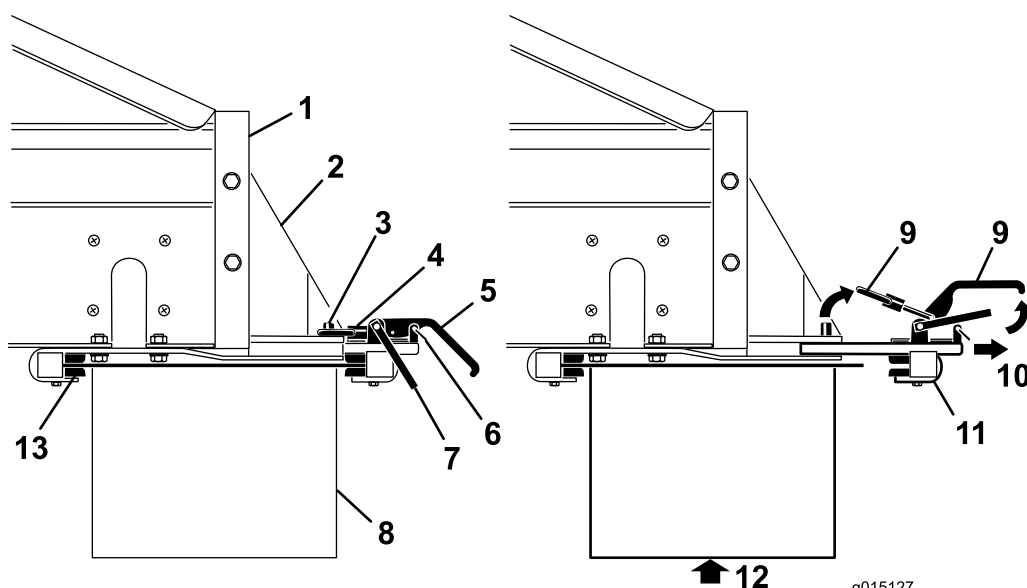

Figura 29
1. Retire los seguros de los cierres de seguridad de las palancas de apriete (Figura 29).
2. Levante el cierre de seguridad, luego levante las palancas de apriete del accesorio y libere los anillos de bloqueo de los pasadores de bloqueo (Figura 29).
3. Deslice la mordaza trasera de acoplamiento del accesorio hacia fuera para liberarla de las ranuras de acoplamiento rápido (Figura 29).
4. Con la ayuda de otra persona, introduzca el borde delantero del doble rotor entre las mordazas delanteras de los soportes, subiéndolo desde debajo de la parte trasera del MH-400 (Figura 29).
5. Apoyando el doble rotor, vuelva a colocar la mordaza trasera de acoplamiento del accesorio en las ranuras de los soportes, y sobre el borde trasero (Figura 29).
7. Vuelva a colocar los seguros de los cierres de seguridad en las palancas (Figura 29).